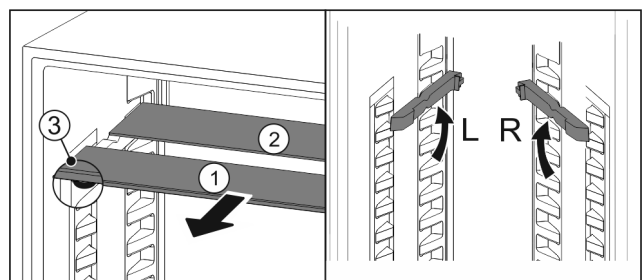

Fig. 98
- ▶ Glasplatten einzeln nach vorne herausziehen Fig. 98 (1).
- ▷ Glasplatte Fig. 98 (1) mit Zierleiste liegt vorne.
- ▷ Stopps Fig. 98 (3) zeigen nach unten.